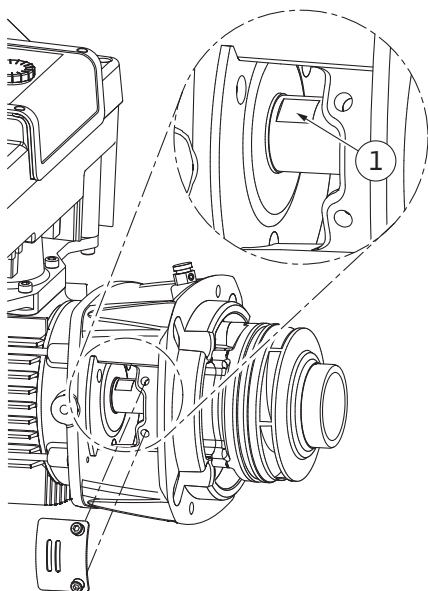

Fig. 106: Avainpinnat akselilla
14. Vie kiintoavain (avainväli 22 mm) tiivistelaipan ikkunan sisään ja pidä akselista kiinni avainpintojen välistä (Fig. 106, pos. 1). Irrota juoksupyörän mutteri (Fig. I, pos. 22). Juoksupyörä (Fig. I, pos. 21) irtoaa automaattisesti akselilta.
15. Irrota säätölevy (Fig. I, pos. 20).
3. Vie kiintoavain (avainväli 22 mm) tiivistelaipan ikkunan sisään ja pidä akselista kiinni avainpintojen välistä (Fig. 106, pos. 1).
10. Vie kiintoavain (avainväli 32 mm) tiivistelaipan ikkunan sisään (Fig. IV, pos. 38) ja pidä akselistä kiinni avainpintojen välistä (Fig. 106, pos. 1). Asenna juoksupyörä aluslevy(je)n ja mutterin avulla. Kiristä mutteri. Varo vaurioittamasta liukurengastiivistettä asettamalla se väärään kulmaan.
11. Puhdista tiivistelaipan ura ja aseta uusi O-rengas (Fig. III, pos. 19) paikalleen.